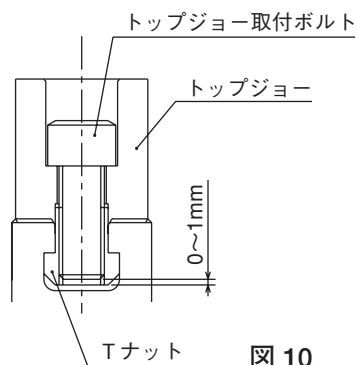

図 10
- ジョー取付ボルトの T ナットに対するねじ込み深さが浅いと、T ナットが破損し、ジョーや工作物が飛散して危険。取付ボルトが長すぎてT ナット底面から突き出ている場合も、トップジョーが固定されないため、ジョーや工作物が飛散して危険。従って、ジョー取付ボルトの全長は T ナットの底面より 0～1mm 程度とすること。（図 10 参照）